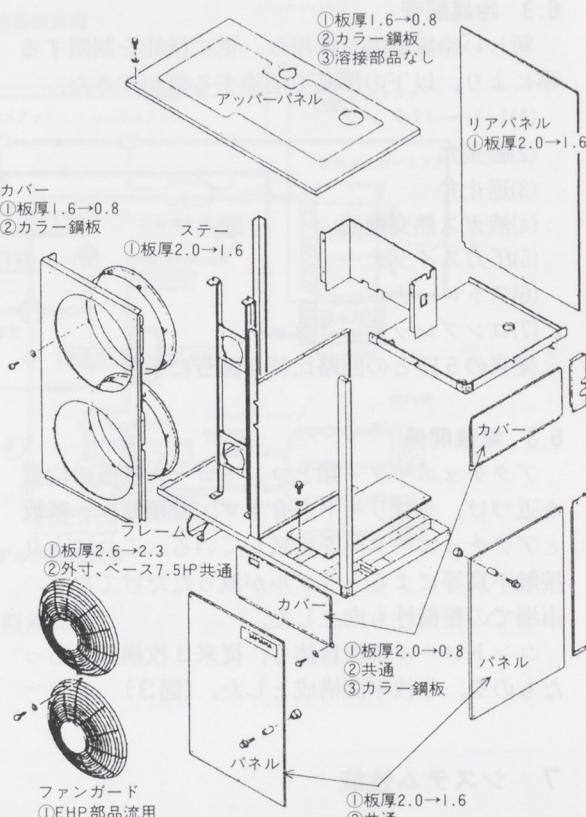

図2 パネル・フレーム仕様
7.5HPモデルとフレーム寸法及び据付けベース部品を共通化した。(図2)
また、固定用プラケットは使用せず、各部品を直接固定する構造を取っている。(図2)
現在、EHP量産機種に使用されている部品そのまま部品メーカーより購入し、使用している。(図2)